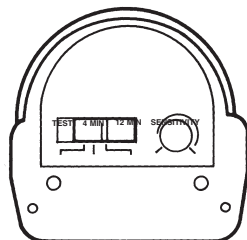

Fig. 6
1. Mueva el interruptor corredizo que se encuentra en la parte inferior del sensor a "TEST". Ajuste el botón de sensibilidad a la posición media (hasta la mitad) (Fig. 6).